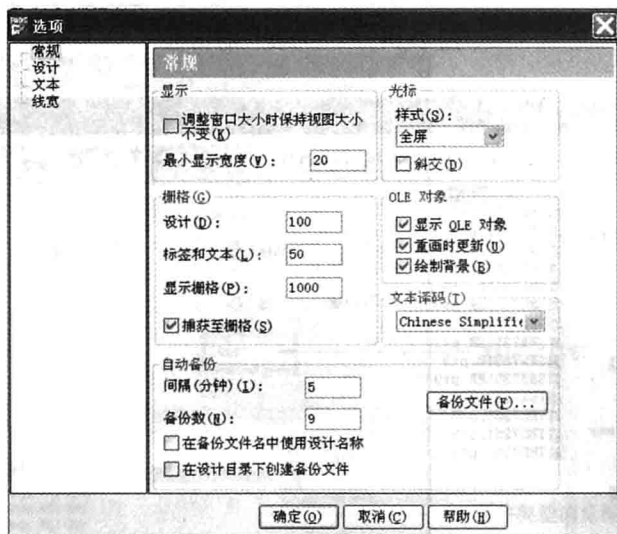

图 2-17 “选项”对话框
(1) 执行菜单命令【工具】→【选项】，弹出如图 2-17 所示的“选项”对话框。